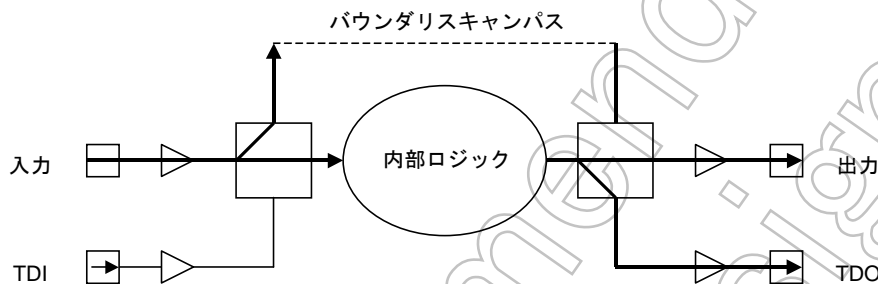

図 23-9 SAMPLE が選択されているときのテストデータの流れ
- SAMPLE は IC の I/O パッドを観測するのに使います。SAMPLE が I/O パッドを観測しているあいだ、内部ロジックは IC の I/O 端子から切り離されません。SAMPLE は Capture-DR 状態で実行します。通常動作中、TCK の立ち上がりエッジにおいて IC の I/O 端子の値を読み取ることが SAMPLE の主な用途です。図 23-9 に SAMPLE/PRELOAD 命令の SAMPLE を実行しているあいだのデータの流れを示します。